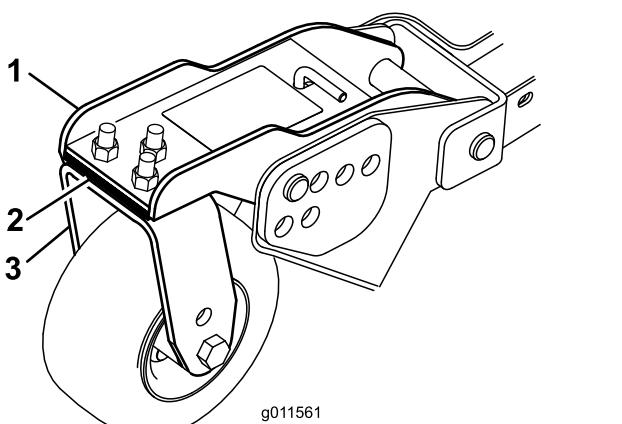

Figure 33
3. Si le bord intérieur de l'unité de coupe latérale est trop élevé par rapport au bord extérieur de l'unité de coupe avant, retirez une cale de 3 mm au bas du bras de la roue pivotante intérieure avant de l'unité latérale (Figure 33).